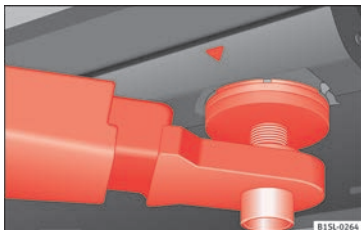
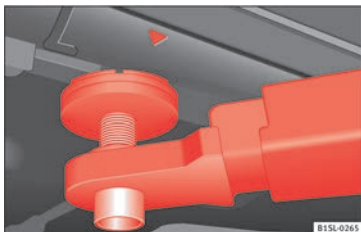

Fig. 159 Punti di appoggio anteriori per il sollevamento del veicolo tramite ponte elevatore o cric.
Fig. 160 Punti di appoggio posteriori per il sollevamento del veicolo tramite ponte elevatore o cric.
Per sollevare il veicolo devono essere utilizzati esclusivamente i punti indicati nelle figure » **fig. 159** e » **fig. 160**. Se il veicolo non
- Sollevare il veicolo utilizzando esclusivamente i punti indicati nelle figure » **fig. 159** e » **fig. 160**. Se il veicolo non viene sollevato dai punti indicati, potrebbe cadere dal ponte durante lo smontaggio di componenti come il motore o il cambio.